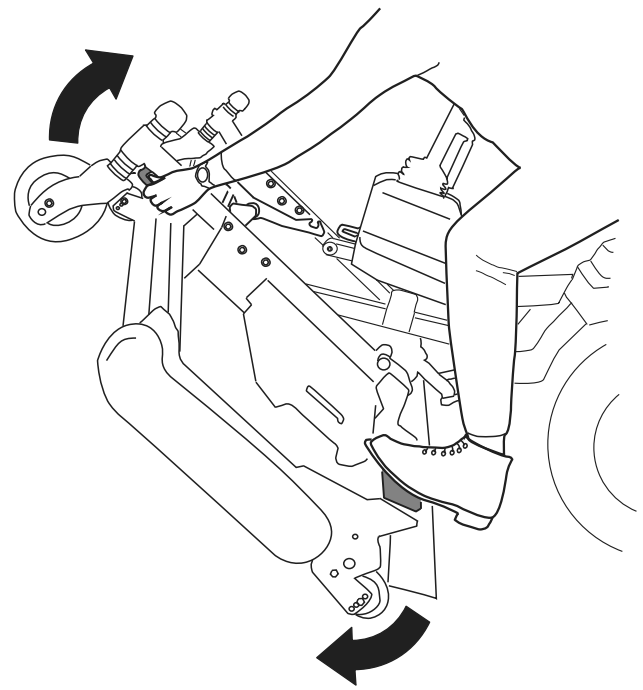
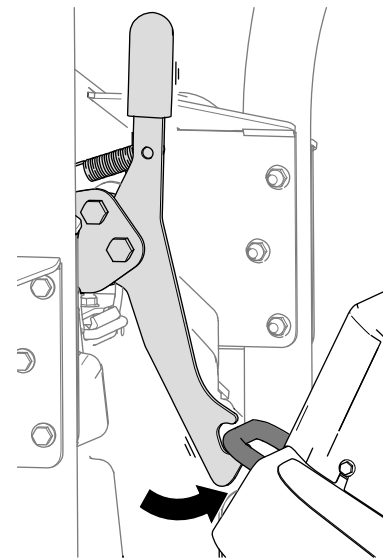
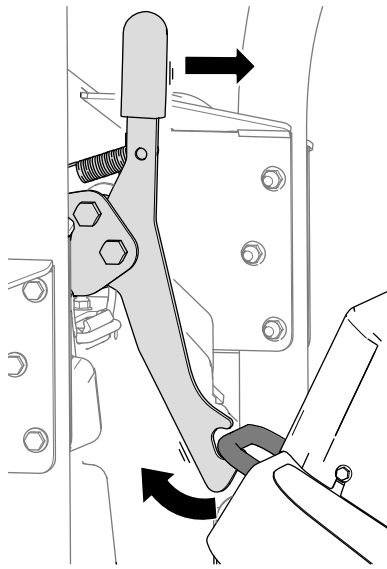

Bild 37
Bild 38
Bild 39
5. Drehen Sie das Mähwerk (Bild 37) so, dass die Verriegelung in die Befestigungshalterung (Bild 38) einrastet.
1. Lösen Sie die Verriegelung des Mähwerks von der Befestigungshalterung (Bild 39), indem Sie das Mähwerk leicht nach vorne drehen (siehe Bild 37) und den Verriegelungsgriff nach vorne ziehen.